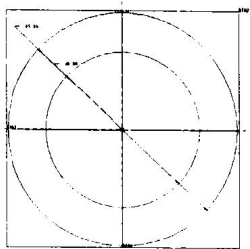

图 1-3 两个同心圆
3. 制作空心圆柱体。单击工作区右侧工具栏的  按钮，绘制如图 1-3 所示的两个同心圆，圆心定在参照面的交点处。单击工具栏中的  按钮后，选取所绘制同心圆的直径尺寸，分别将圆的直径修改为 45 和 30 后，确认返回。单击工具栏中的  按钮，在新出现的菜单管理器中执行 Blind→Done 命令，此时系统会要求输入 depth 的值，输入